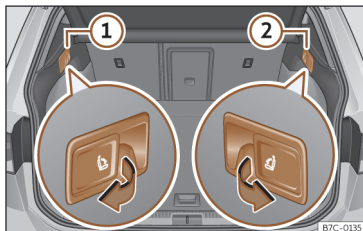

Fig. 77 Na bagageira: alavancas para o desbloqueio do encosto traseiro.
- Puxe a alavanca de desbloqueio à distância da parte esquerda >>> Fig. 77 ① o direita ② do encosto no sentido da seta. A parte desbloqueada do encosto traseiro rebate-se automaticamente para a frente.